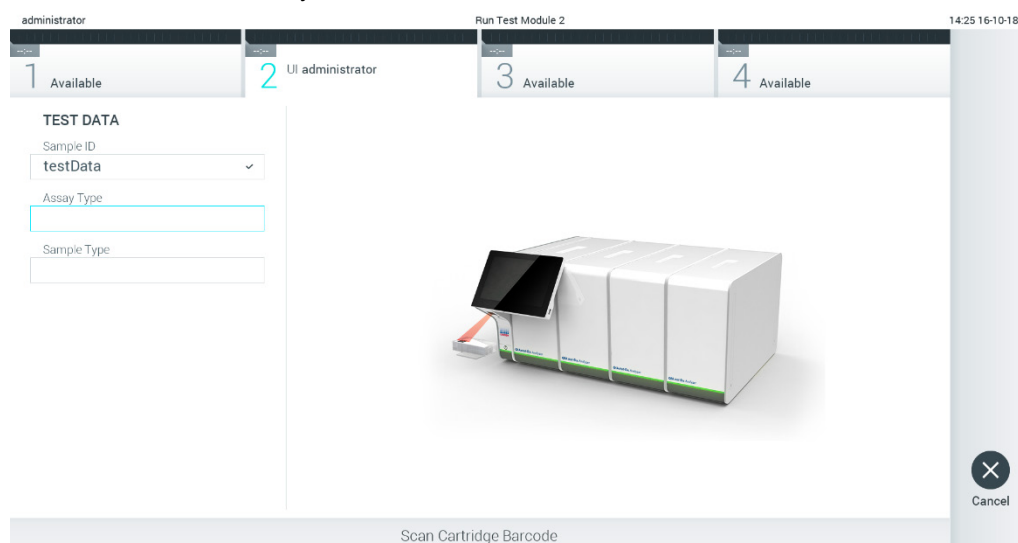

Рис. 24. Сканирование штрих-кода картриджа для тест-системы QIAstat-Dx.
3. При получении соответствующего запроса отсканируйте штрих-код на картридже для тест-системы QIAstat-Dx, который будет использоваться при анализе. По штрих-коду картриджа для тест-системы QIAstat-Dx QIAstat-Dx Analyzer 1.0 автоматически определяет, какой анализ необходимо выполнить (рис. 24).